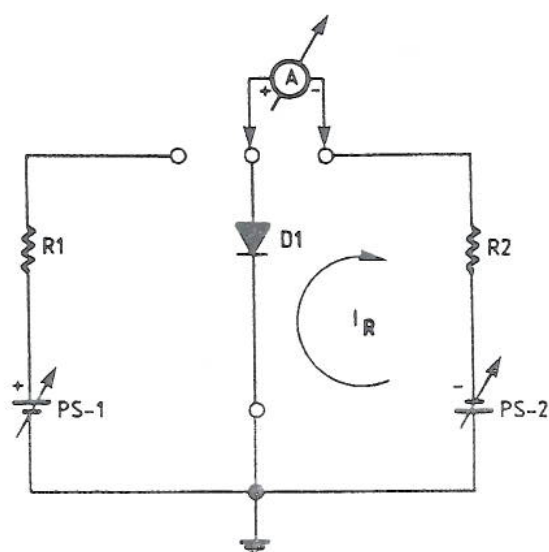

Fig. 4: Circuito para Polarização Inversa
10. Incremente o indicador de experiência para "3", teclando "*" uma vez. Monte o circuito da Fig. 4. Desconecte o osciloscópio do CKT.